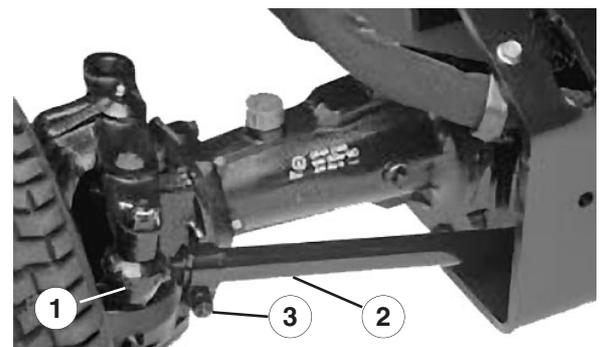

Bild 44
2. Entfernen Sie den Splint und die Mutter, mit der eine der Spurstangen-Kugelgelenke am Befestigungsbügel abgesichert ist. Entfernen Sie das Kugelgelenk von der Achse (Bild 44).
3. Lösen Sie die Schraube an der Spurstangen-Klemme (Bild 44). Drehen Sie das Kugellager heraus oder hinein, um die Länge der Spurstange anzupassen.